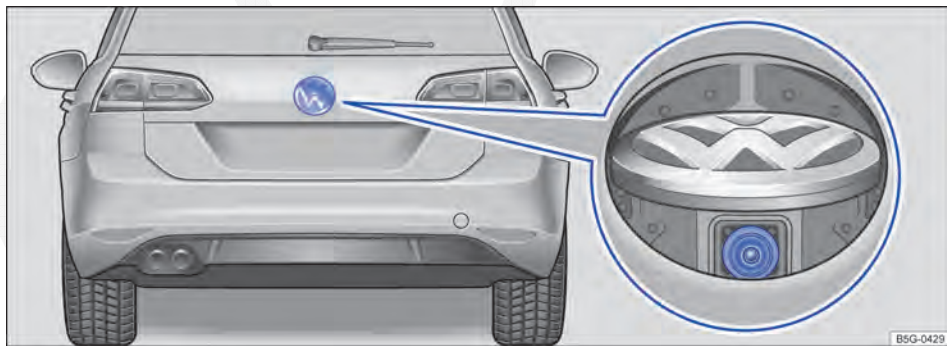

Fig. 145 Na tampa traseira: local de instalação da câmera de marcha a ré.
Uma câmera na tampa traseira ⇒ Fig. 145 auxilia o condutor ao estacionar em marcha a ré ou manobrar. A imagem da câmera é exibida junto com as guias de orientação projetadas pelo sistema no display do sistema Infotainment instalado de fábrica.
- ✓ Uma imagem confiável e clara, por exemplo, condições de visibilidade boas e lentes limpas ⇒ Fig. 145.
A câmera de marcha a ré ⇒ Fig. 145 (lupa) somente fornece imagens bidimensionais. As reentrâncias, bem como objetos salientes no solo ou peças ►
Manter a lente da câmera ⇒ Fig. 145 (lupa) limpa, sem neve e sem gelo: